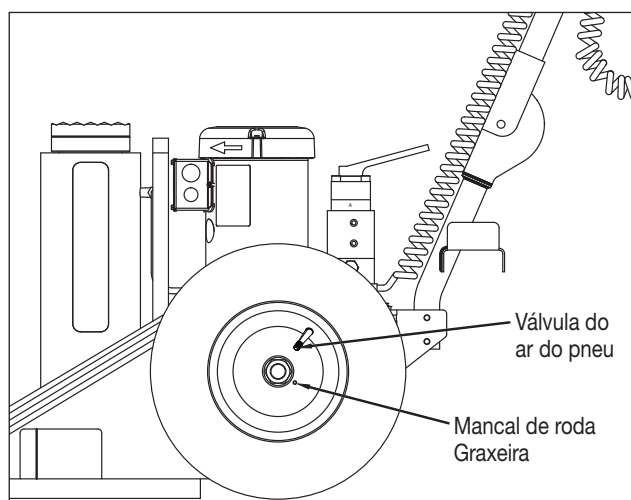

Figura 8, Manutenção da roda e do pneu
6.4 Rodas e Pneus (Veja a Figura 8)